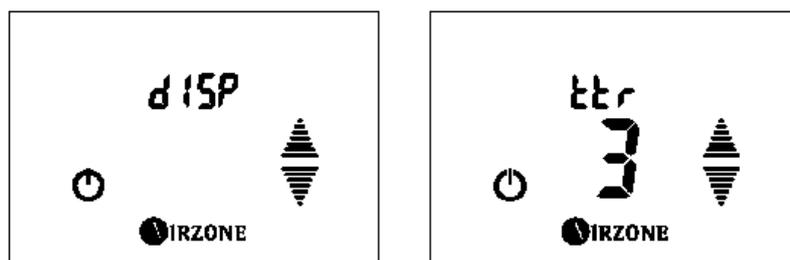

Fig. 93
- Para acceder al menú pulse , utilice las flechas   para navegar por los diferentes parámetros. Si desea salir del menú pulse  para volver al menú anterior. (Fig. 93)